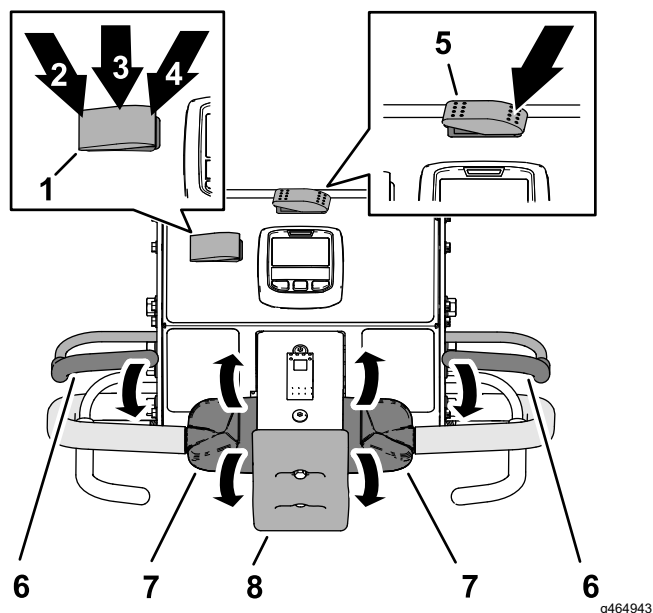

Рисунок 81
1. Переведите переключатель транспортировки/аэрации в положение ТРАНСПОРТИРОВКА (Рисунок 81).